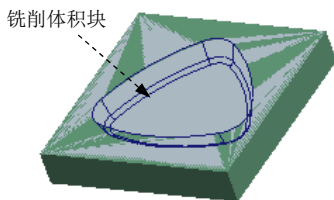

图 19.2.32 选取铣削体积块
Step2. 在工作区中选取图 19.2.32 所示体积块, 然后单击“选择”对话框中的 **确定** 按钮, 完成体积块的遮蔽, 结果如图 19.2.32 所示。